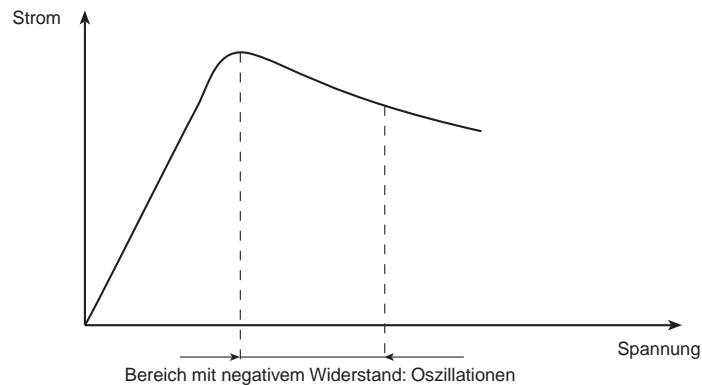

Abbildung 3-1
Die Kennlinie „Strom-Spannung“ der GUNN-Diode besitzt einen Bereich mit negativer Dynamik (siehe Abb. 3-1)
- Zeichnen Sie die Kennlinie „Strom-Spannung“ der GUNN-Diode und vergleichen Sie sie mit der aus Abbildung 3-1.